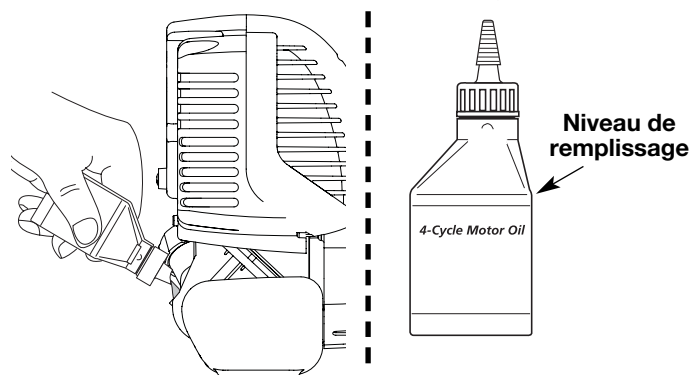

Fig. 27
**REMARQUE :** Mesurez la quantité nécessaire à l'aide de la bouteille et de la buse utilisées lors de la mise en service. 100 ml (3,4 oz) correspond environ au haut de l'étiquette de la bouteille (Fig. 27). Vérifiez le niveau d'huile avec la jauge. S'il est trop bas, ajoutez un peu d'huile par l'orifice et revérifiez. Ne remplissez pas trop (Fig. 27).